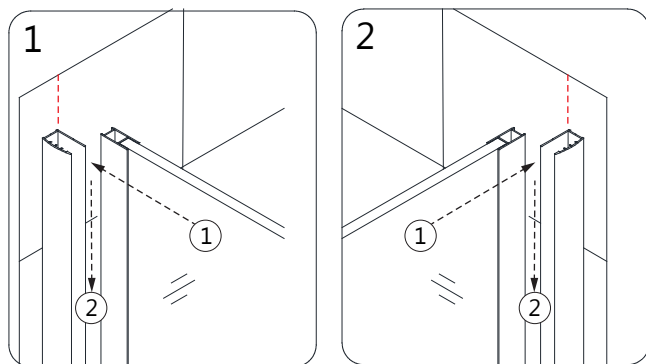
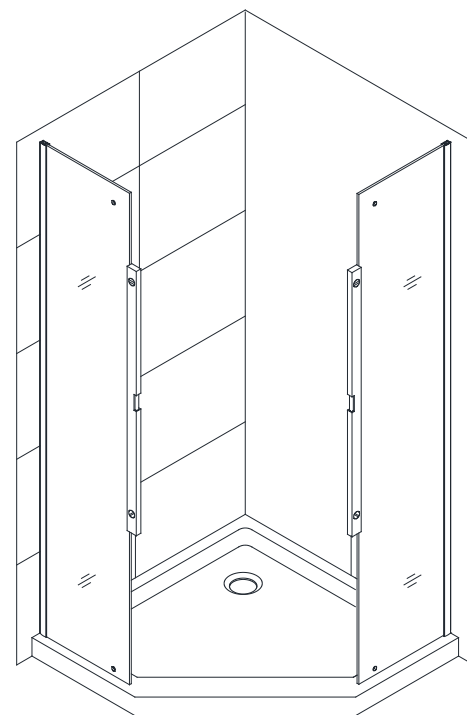

Fig 4a
Fig 4b
4. Assurez-vous que le panneau vitré (n° 03) et **les profilés de verre (n° 01)** ont eu le temps de se mettre en place avant de les manipuler. Insérez **chaque panneau vitré (n° 03) et profilé de verre (n° 01)** assemblés dans les profilés **muraux installés (n° 03)** et vérifiez l'aplomb des panneaux. Si nécessaire, des ajustements peuvent être effectués en déplaçant les profils de verre (#01) dans les profils muraux (#03). Faites attention de ne pas retirer **le panneau vitré (n° 03)** des **profilés de verre (n° 01)**. (Fig. 4a et Fig. 4b)